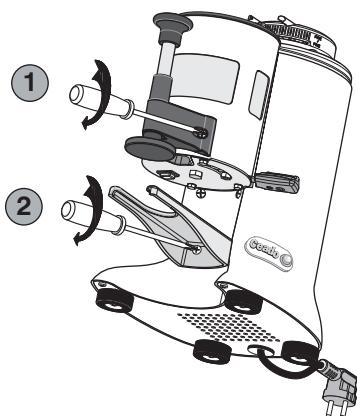

Fig. 15
- 5** Atornillar y apretar bien los tornillos de fijación tanto del prensador telescopico (1, Fig. 15) como de la nueva horquilla (2, Fig. 15).